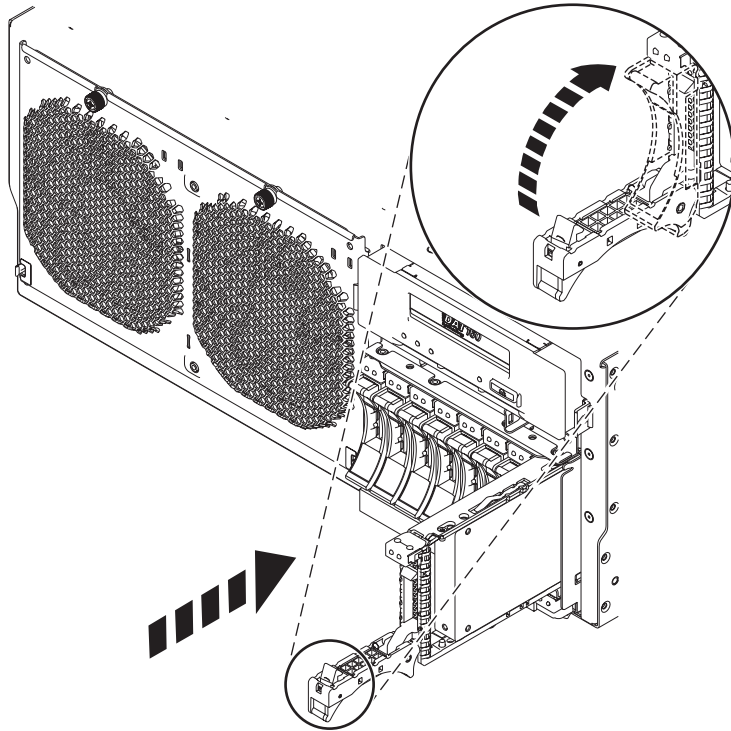

Figure 6. Installation de l'unité de disque dans l'unité centrale
7. Lorsque le voyant d'identification clignote, faites glisser complètement l'unité dans l'unité centrale ou l'unité d'extension, et poussez complètement la poignée (**A**) de l'unité jusqu'à ce qu'elle se verrouille, comme indiqué à la figure 6, à la page 14.